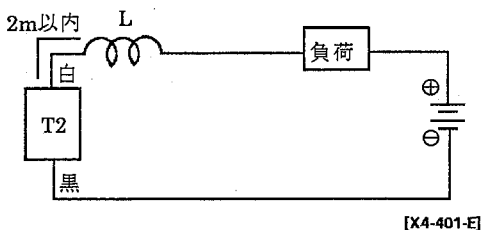
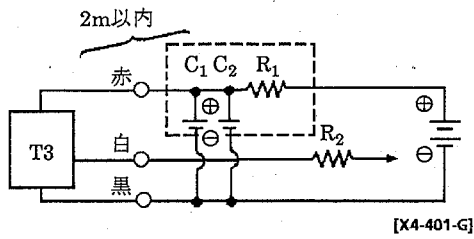

図5 ● チョークコイル
図7
- リード線配線長が10mを超える場合は図5、6(T2、S2の場合)、図7(T3の場合)に示す保護回路を必ず設けてください。